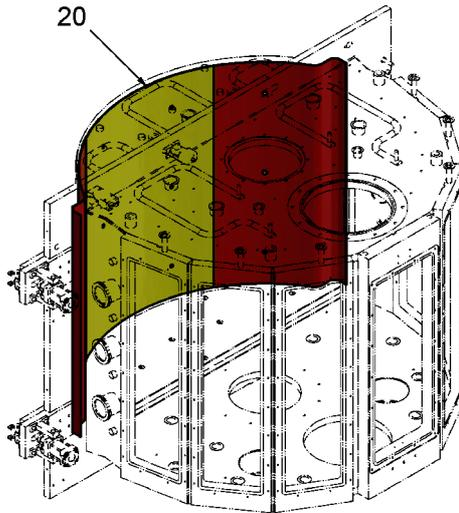

Fig. 7-17
- 8** Remove the door shield 20. See Fig. 7-17, 178.
12 Mount the door shield 20. See Fig. 7-17, 178.